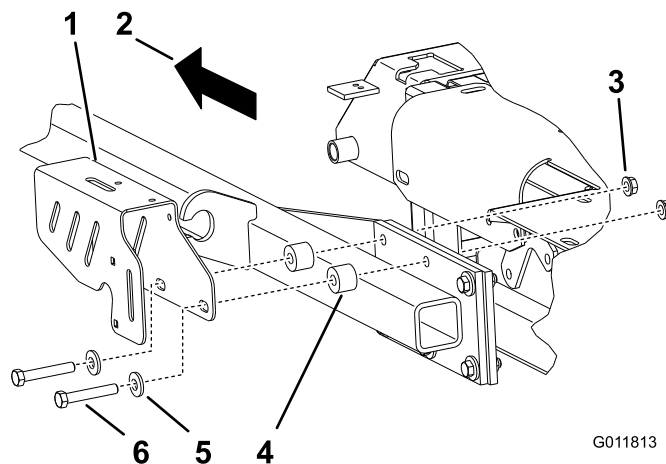

Figure 10
- Montez le support de pompe gauche avec les 2 entretoises entre le châssis porteur et le support au moyen des écrous retirés précédemment et de 2 boulons (3/8 x 2-1/4") neufs et 2 rondelles (3/8 pouce) neufs (Figure 10).